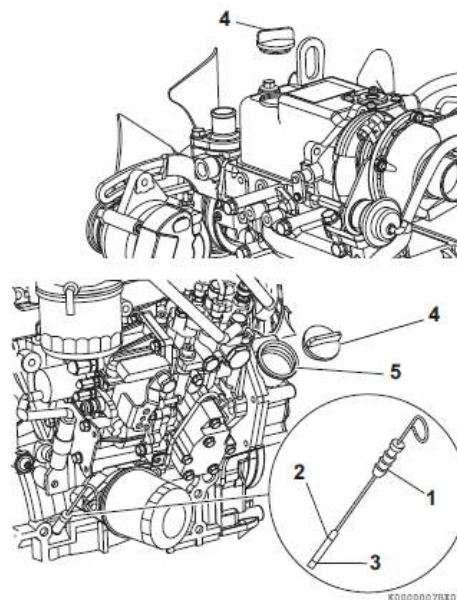

Рисунок 48
8. Добавьте масло в двигатель (Рисунок 48 (5)), пока уровень не достигнет средней отметки между высоким и низким уровнем масла на щупе (Рисунок 48 (1)).
9. Установите крышку горловины на место (Рисунок 48 (4)). Если обнаружены утечки моторного масла, протрите их чистой тряпкой.